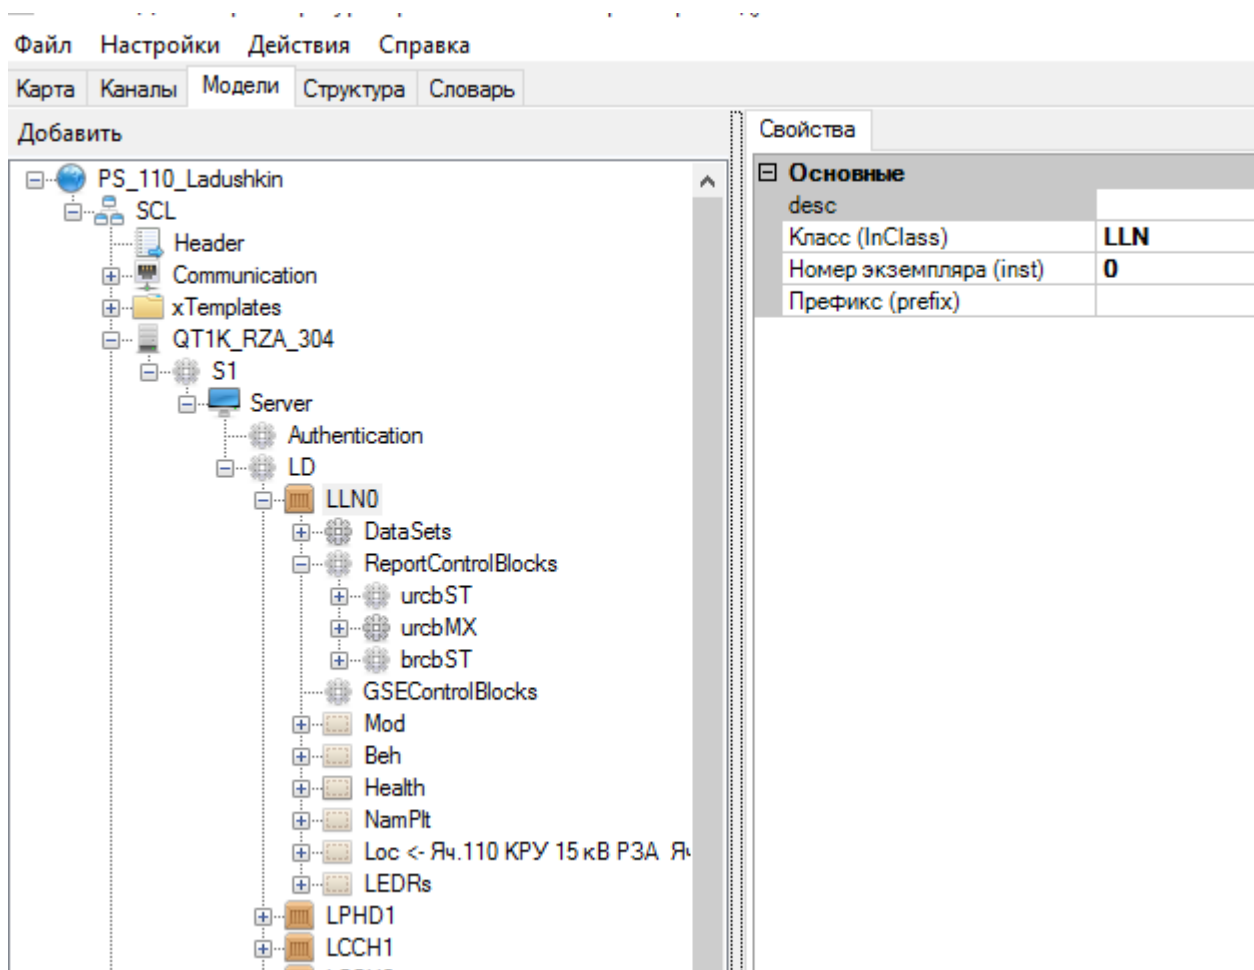

Рисунок 315. Объектная модель. Логический узел IED-устройства
Каждое логическое устройство должно содержать одно или несколько логических узлов (LN). Обязательно должен присутствовать логический узел LLN0 (см. Рисунок 315). Логический узел является наименьшим элементом, способным обмениваться данными. Его можно рассматривать как одну из составных функций устройства.